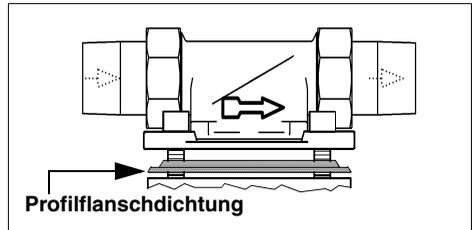

Abb. 5: Profiflanschdichtung
**Der Einbaudrehflansch muss in Fließrichtung installiert werden. Diese ist durch einen eingegossenen Pfeil gekennzeichnet (siehe Abb. 5).**
Das Profil der Profiflanschdichtung muss zum Einbaudrehflansch zeigen (siehe Abb. 5). Wird dies nicht beachtet, so kann es zu Undichtheiten und zum Austreten von Wasser kommen. Dabei können Wasserschäden an Haus und Einrichtung entstehen.